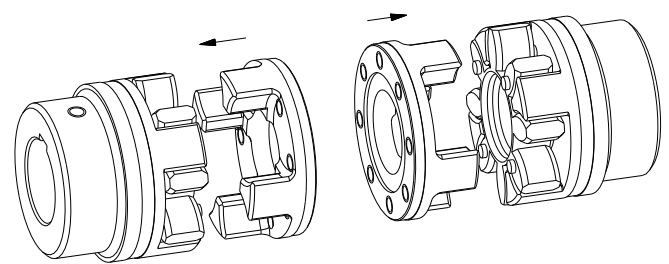

Рис. 12: Монтаж поводковых фланцев
- Вставьте кулачки поводковых фланцев в зубчатый венец (см. рис. 12).